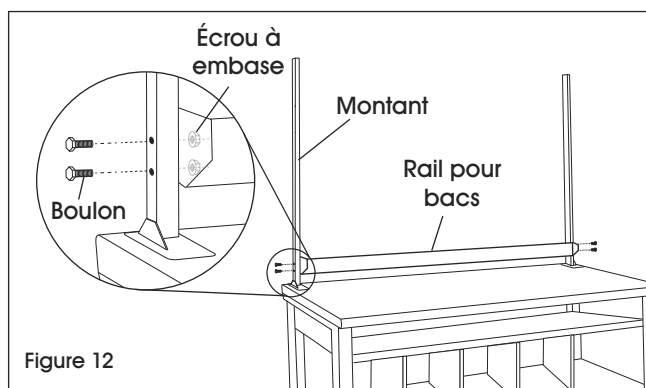

Figure 12
1. Alignez le rail pour bacs (1) sur les montants à la hauteur voulue.
2. Fixez aux montants à l'aide de quatre boulons de 1 ½ po et écrous à embase. (Voir Figure 12)